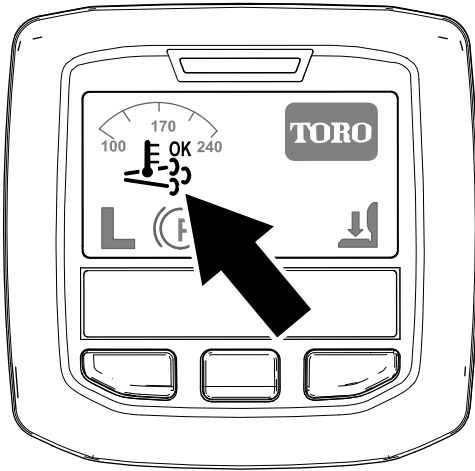

Figure 41
- L'icône de régénération assistée/réinitialisée s'affiche dans l'InfoCenter (Figure 41).